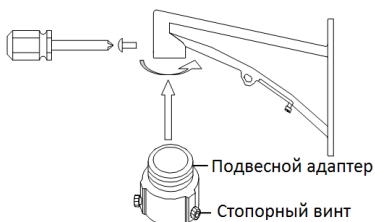

Рисунок 2-22 Подвесной адаптер
- Кронштейн на рисунке 2-22 является рекомендуемым кронштейном для данной серии скоростных поворотных камер, подвесной адаптер требуется, только если выбран другой тип кронштейна. Смотрите рисунок 2-22.